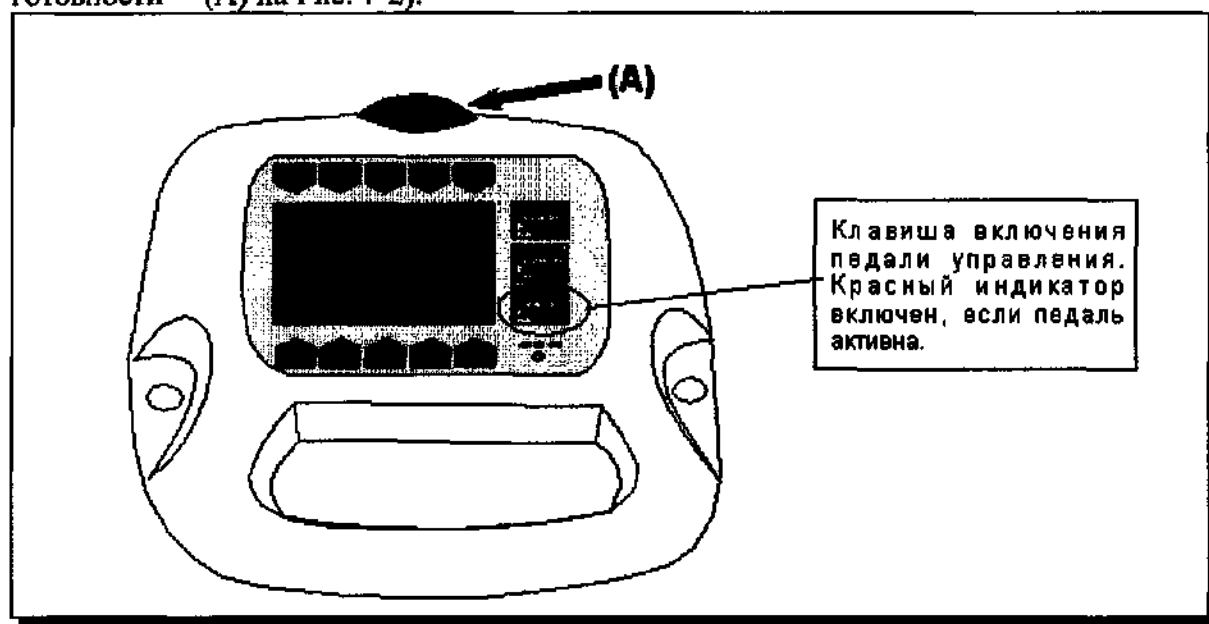

Рис. 7-2. Клавиша "OPERATE" и индикаторы.
При включении педали управления рядом с кнопкой «OPERATE» загорается красный индикатор. Также система снабжена оранжевой лампой (индикатор готовности — (A) на Рис. 7-2).